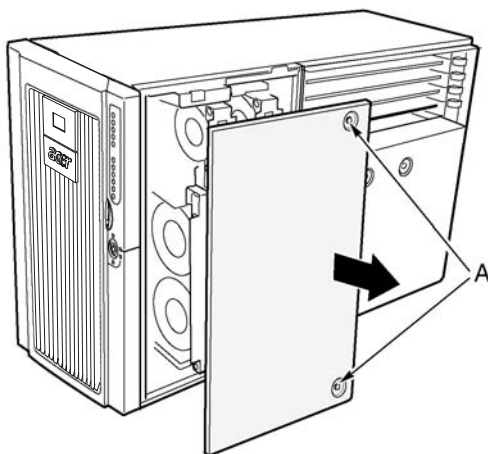

Figura 13 – Rimozione del pannello di accesso anteriore
- 2 Allentare le due viti prigioniere del pannello (Figura 13, A).